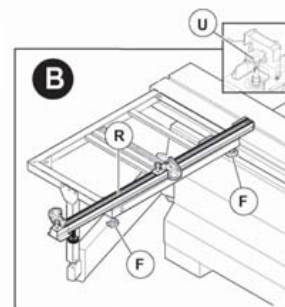

Fig. 9.6
il paraschegge è fissato alla riga con le viti (V fig. 9.6).
- 1) Allentare i pomelli (F fig. 9.6).
- 2) Per l'uso posizionare la riga facendo riferimento alla targhetta (P fig. 9.6).
- 3) Serrare i pomelli (F fig. 9.6).
- 2) Posizionare la riga telescopica (R fig. 9.6) alla giusta distanza dagli utensili (U fig. 9.6).